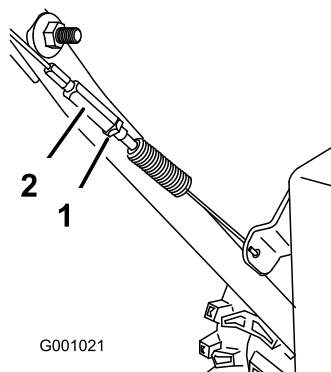

Figure 44
3. Resserrez l'écrou de blocage (Figure 44).